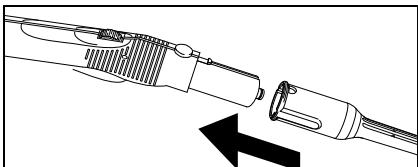

Fig. 6
- Tilslut det nødvendige tilbehør (D1,E1, F1) til damppistolen (C1). Sæt tilbehørets åbne ende på damppistolen (C1) og skub det ind på damppistolen, så damppistolens åbneknap (C2) falder i hak. (se fig. 6).